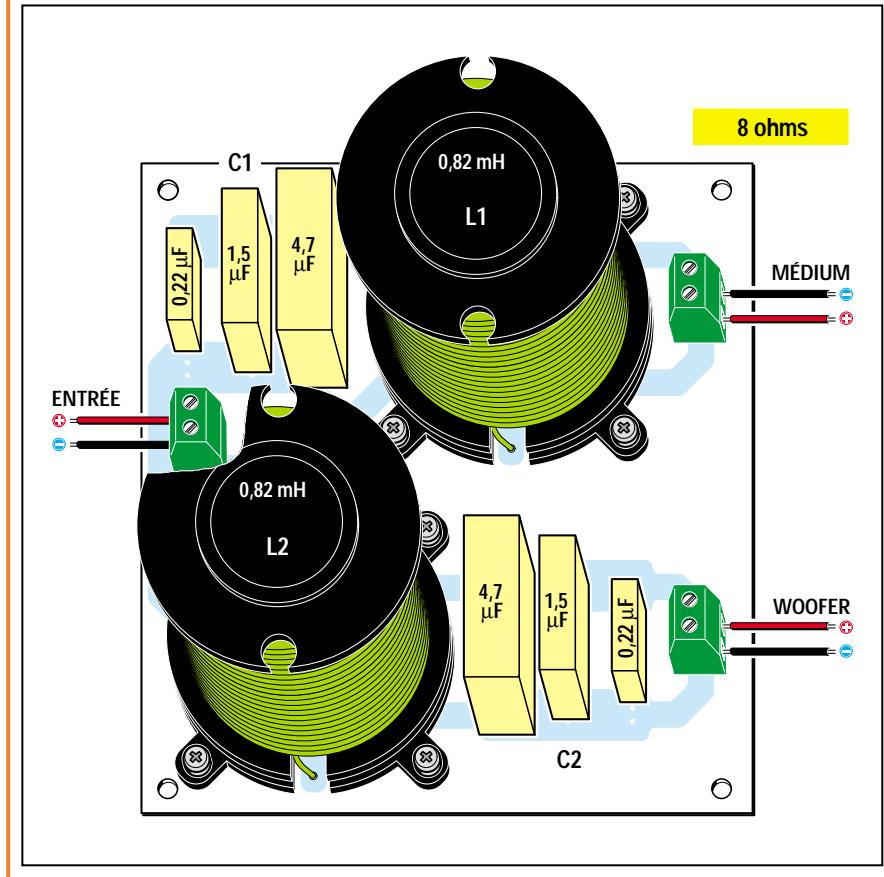

Figure 19 : Schéma d'implantation des composants d'un filtre à 2 voies de 12 dB par octave, pour haut-parleurs de 8 ohms.
*Pour haut-parleurs de 8 ohms (figures 19 et 34)*